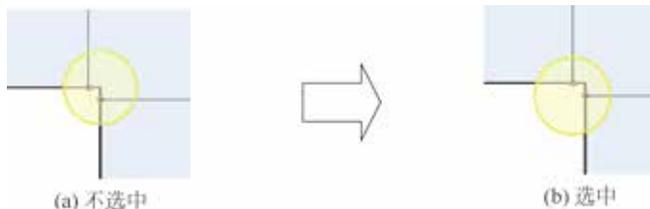

图 5.219 在折弯线上置中
- **在折弯线上置中** 只对被设置为 **圆形** 或 **方形** 的释放槽时可用，选中该复选框后，切除部分将平均在折弯线的两侧，如图 5.219 所示。